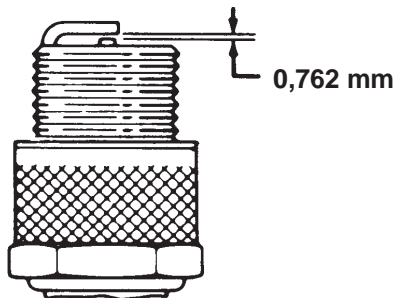

Figure 40
4. Réglez l'écartement entre les électrodes centrale et latérale à 0,762 mm (Fig. 40). La bougie installée doit avoir l'écartement correct et être serrée à 20 Nm.